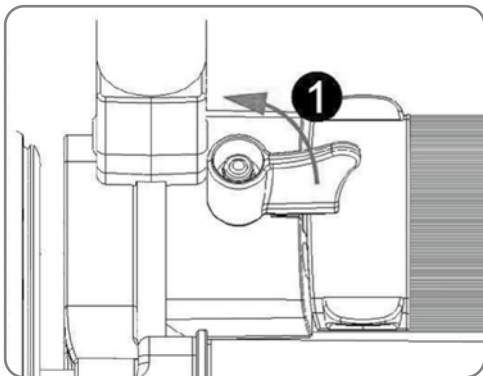

Abb. 10
1. Schieben Sie die Sicherung des Akkus wie in Abb. 10 dargestellt zur Seite.